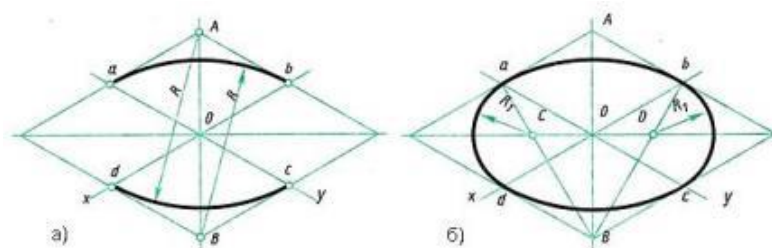

Рис. 49. Построение овала в плоскости, перпендикулярной оси z .
1. Строят ромб со стороной, равной диаметру изображаемой окружности (рис. 49, а). Для этого через точку O проводят изометрические оси x и y , и на них от точки O откладывают отрезки, равные радиусу изображаемой окружности. Через точки a , b , c и d проводят прямые, параллельные осям; получают ромб. Большая ось овала располагается на большей диагонали ромба.
2. Вписывают в ромб овал. Для этого из вершин тупых углов (точек A и B) описывают дуги радиусом R , равным расстоянию от вершины тупого угла (точек A и B) до точек a , b или c , d соответственно. От точки B к точкам a и b проводят прямые (рис. 49, б); пересечение этих прямых с большей диагональю ромба дает точки C и D , которые будут центрами малых дуг; радиус R_1 малых дуг равен Ca (Db). Дугами этого радиуса сопрягают большие дуги овала.